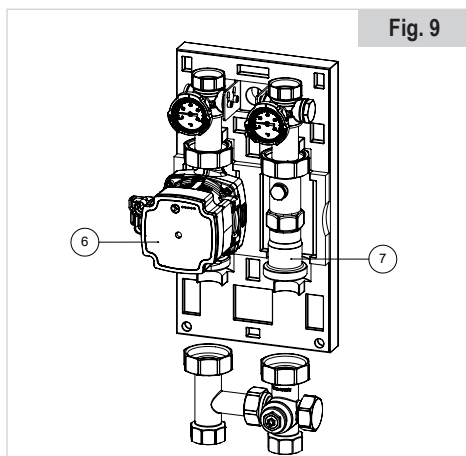

Fig. 9
- Invertire la posizione del circolatore (6) e del tubo di collegamento (7) facendo attenzione alla direzione del flusso indicata dalla freccia posta sul corpo del circolatore e alla direzione della valvola di ritegno presente all'interno del tubo di collegamento (vedi Fig. 9).